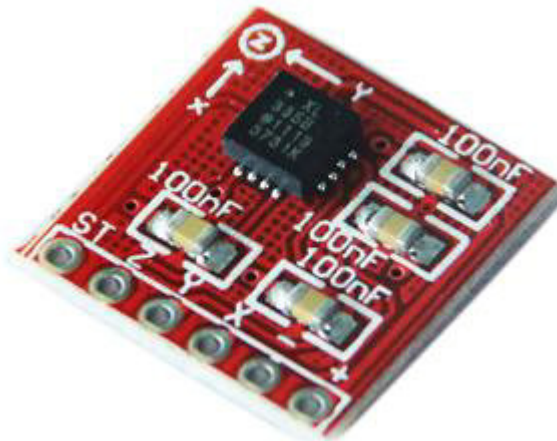

Рис. 13.1. Модуль акселерометра ADXL-335
У лабораторній роботі буде розглянуто акселерометр ADXL-335, загальний вид якого наведений на рис. 13.1. ADXL335 – це мікроелектромеханічний (МЕМС), малоспоживаючий, повнофункціональний трьохосовий акселерометр з аналоговим вихідним сигналом. Мінімальний діапазон вимірюваних прискорень становить $\pm 3 g$ із смугою пропускання до 1.6 кГц. Акселерометр чутливий до статичного прискорення, що викликане силою тяжіння. Отже, може бути використаний для вимірювання кутів нахилу, а також динамічного прискорення, викликаного рухом, ударами чи вібрацією.
- а) Підключити акселерометр по схемі на рис. 13.1.